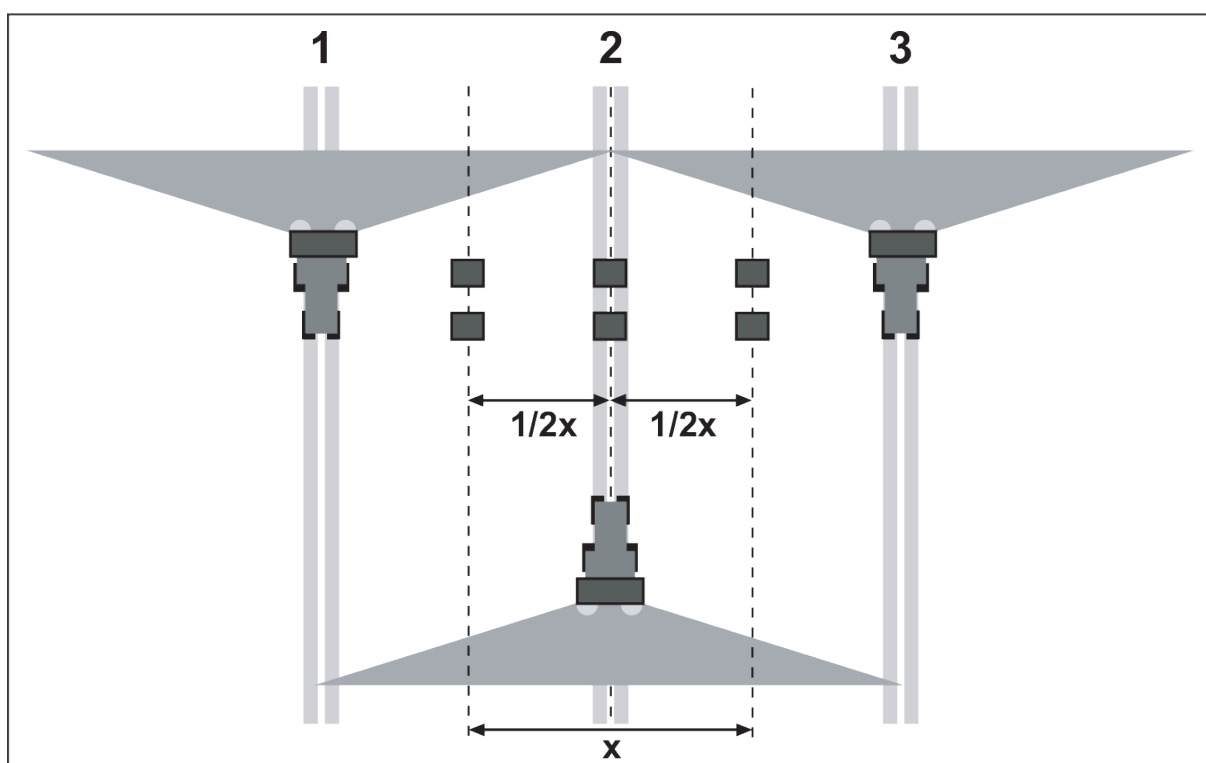

Fig. 33: Opstilling til tre kørsler
- ▶ Opstil to opsamlingskåle med en indbyrdes afstand på **1 m** efter hinanden i overlappingszonerne (mellem køresporene) og i det midterste kørespor (Fig. 33).